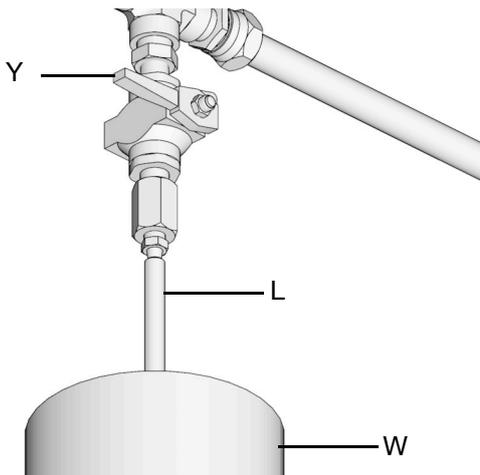

图 25:
- a. 要释放再加注泵 (F) 和自动加注截止阀 (B) 之间的压力，请打开供料软管泄压阀 (Y) (图 25)。将释放压力，多余的流体从排放管 (L) 中排出，排放到润滑溢流容器 (W)。